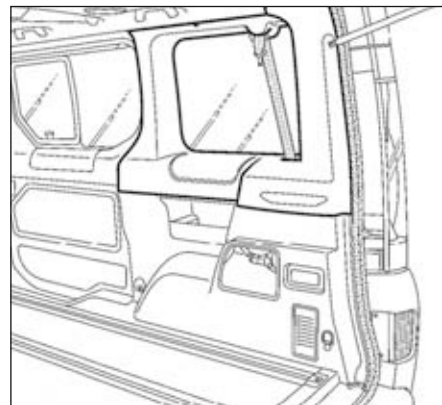

FIG.59
- la garniture supérieure (Fig.59) en remplaçant correctement la sangle de ceinture de sécurité,